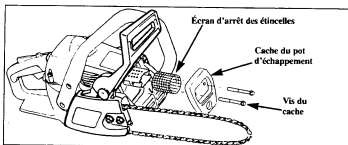

Figure 32
2. Démontez les vis du cache du pot d'échappement et le cache lui-même. Figure 32.
3. Retirez l'écran d'arrêt des étincelles. Figure 32.